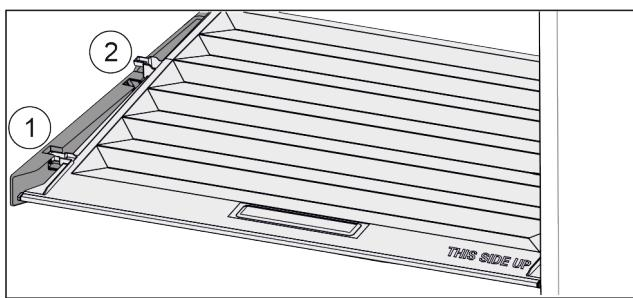

Fig. 84
- Потянуть крышку до отверстия в поддерживающих деталях вперед Fig. 84 (1).
- Поднять сзади снизу и извлечь Fig. 84 (2) движением верх.